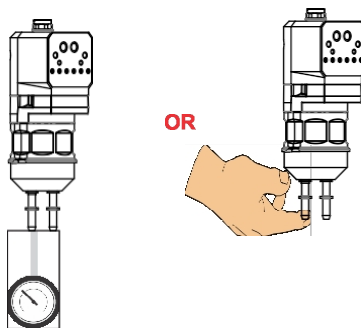

Figura 12 Opțiuni de verificare a vidului
3. Deconectați tubulatura de pulbere de la pompă. Conectați un vacuummetru la racordul de aspirație sau puneți-vă degetul peste racord, așa cum se arată în figura 12.